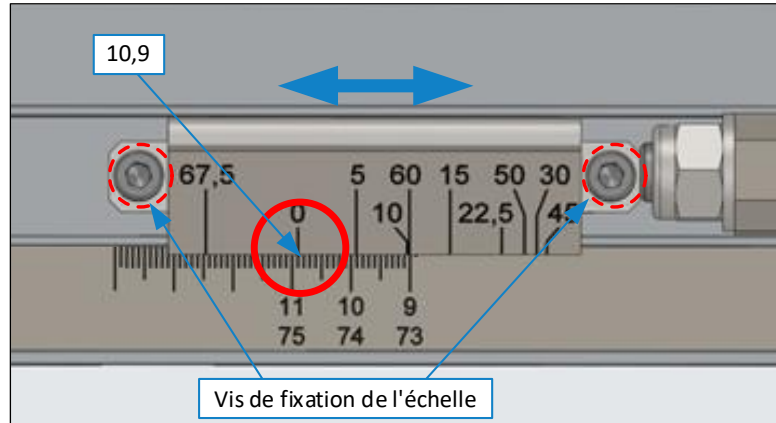

Figure 7 : ajuster DSG-A (4)
9. La mesure de la longueur doit correspondre à la position « 0 » ( $\cong 90^\circ$ ) sur l'échelle des (voir  $\Rightarrow$  Figure 7).
10. Si la mesure de longueur ne correspond pas à la position « 0 », laisser le DSG-A en position bloquée, desserrer les vis de l'échelle graduée et la déplacer jusqu'à ce que le 0 de l'échelle supérieure corresponde exactement à la valeur mesurée. Resserrer ensuite les vis ( $\Rightarrow$  Figure 7).
**Exemple :** Si une pièce de matériau est coupée avec un réglage de 110 mm mais qu'elle ne mesure que 109 mm lors de la mesure ultérieure, l'échelle doit être déplacée de manière à ce que le 0 corresponde à la valeur 10,9 ( $\cong 109$  mm) sur l'échelle inférieure (voir  $\Rightarrow$  Figure 7).